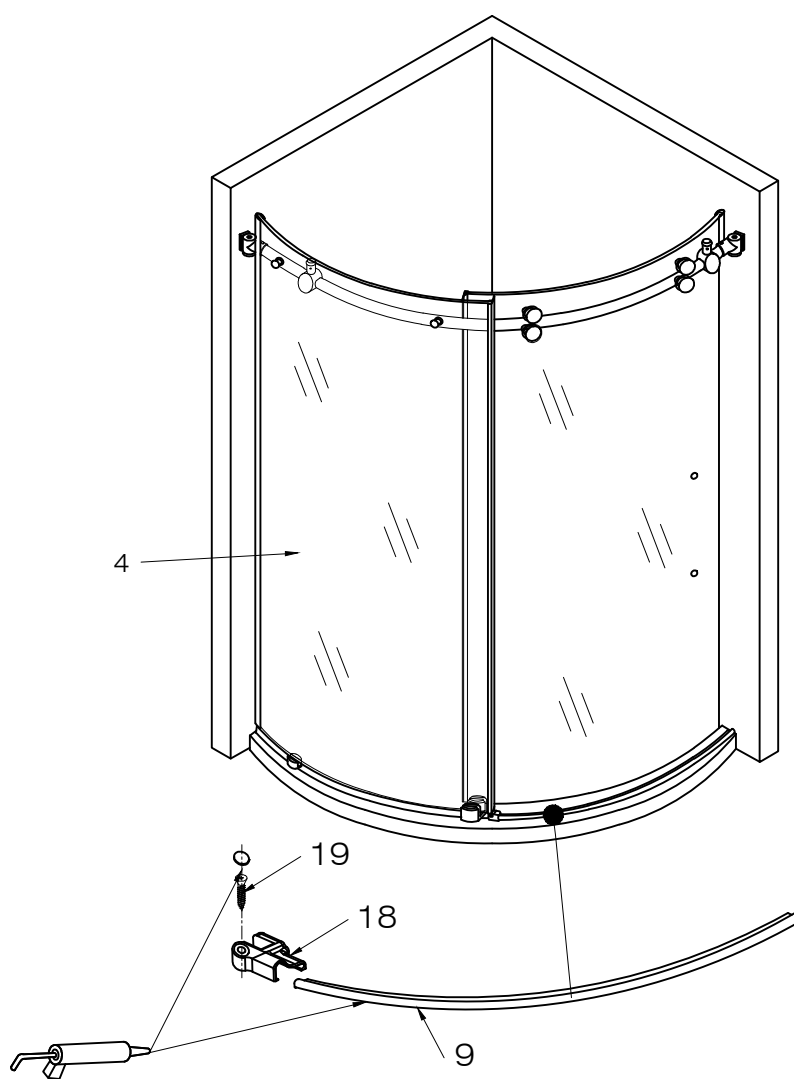

FIG. 8
4. Atornille el borne del umbral de la puerta (nro. 18) a la base o al piso con tornillos cruciformes crux de 3/4" (nro. 19). Coloque silicona en la tapa de la pieza (nro. 18). [CONSULTE LA FIG. 8]